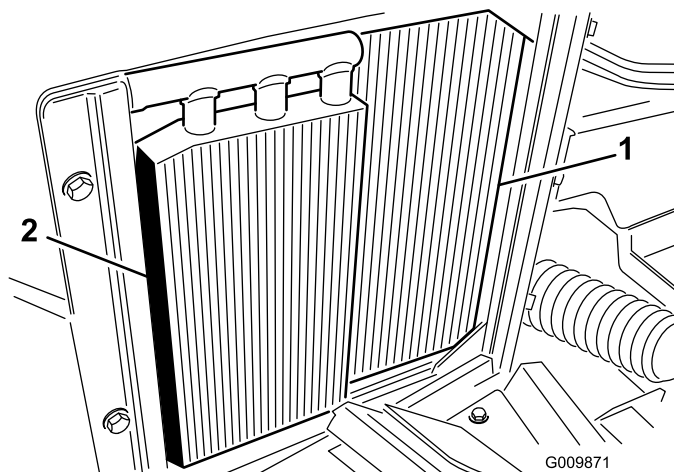

Figura 54
2. Trabajando desde el lado del ventilador, rocíe el radiador con una manguera de agua o sople con aire comprimido (Figura 54).
3. Limpie a fondo el enfriador de aceite (Figura 54) y retire cualquier residuo que pueda haberse acumulado alrededor de los componentes.